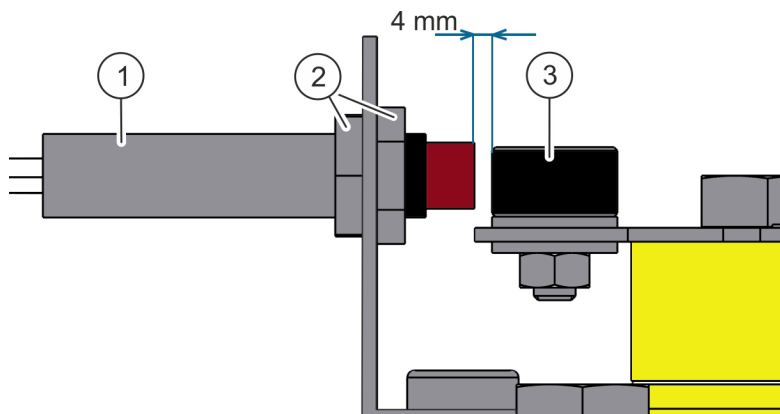

Abb. 21: Drehwinkelsensor einstellen
2. ➤ Muttern am ersten Drehwinkelsensor (Abb. 21/2) lösen.
3. ➤ Drehwinkelsensor (Abb. 21/1) so einstellen, dass der Abstand zum Abfrageelement (Abb. 21/3) maximal 4 mm beträgt.
6. ➤ Muttern am zweiten Drehwinkelsensor (Abb. 21/2) lösen.
7. ➤ Drehwinkelsensor (Abb. 21/1) so einstellen, dass der Abstand zum Abfrageelement (Abb. 21/3) maximal 4 mm beträgt.